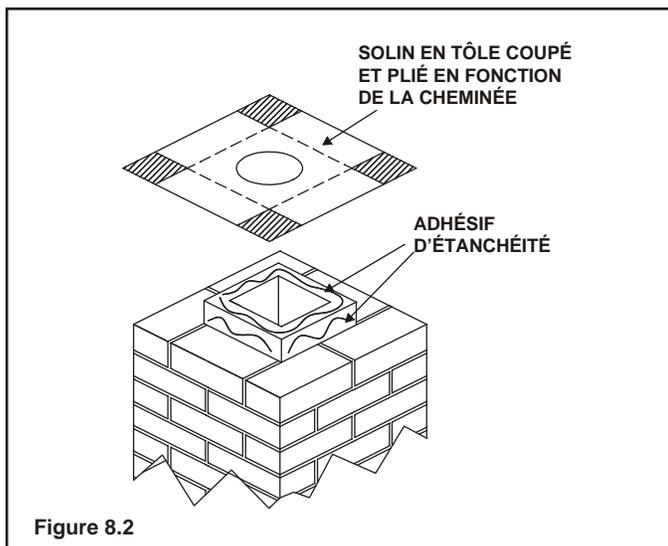

Figure 8.2
- Tailler la plaque supérieure de la cheminée afin de réduire un surplomb excessif ou qu'elle de penche pas sur le conduit de fumée (voir figure 8.2).